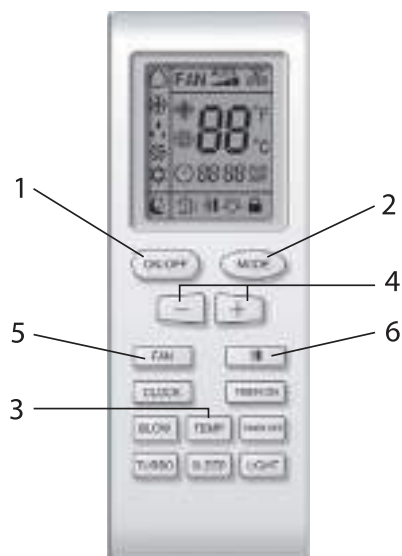

Рис. 3.12
3.2.6 Порядок управления (рис. 3.12).